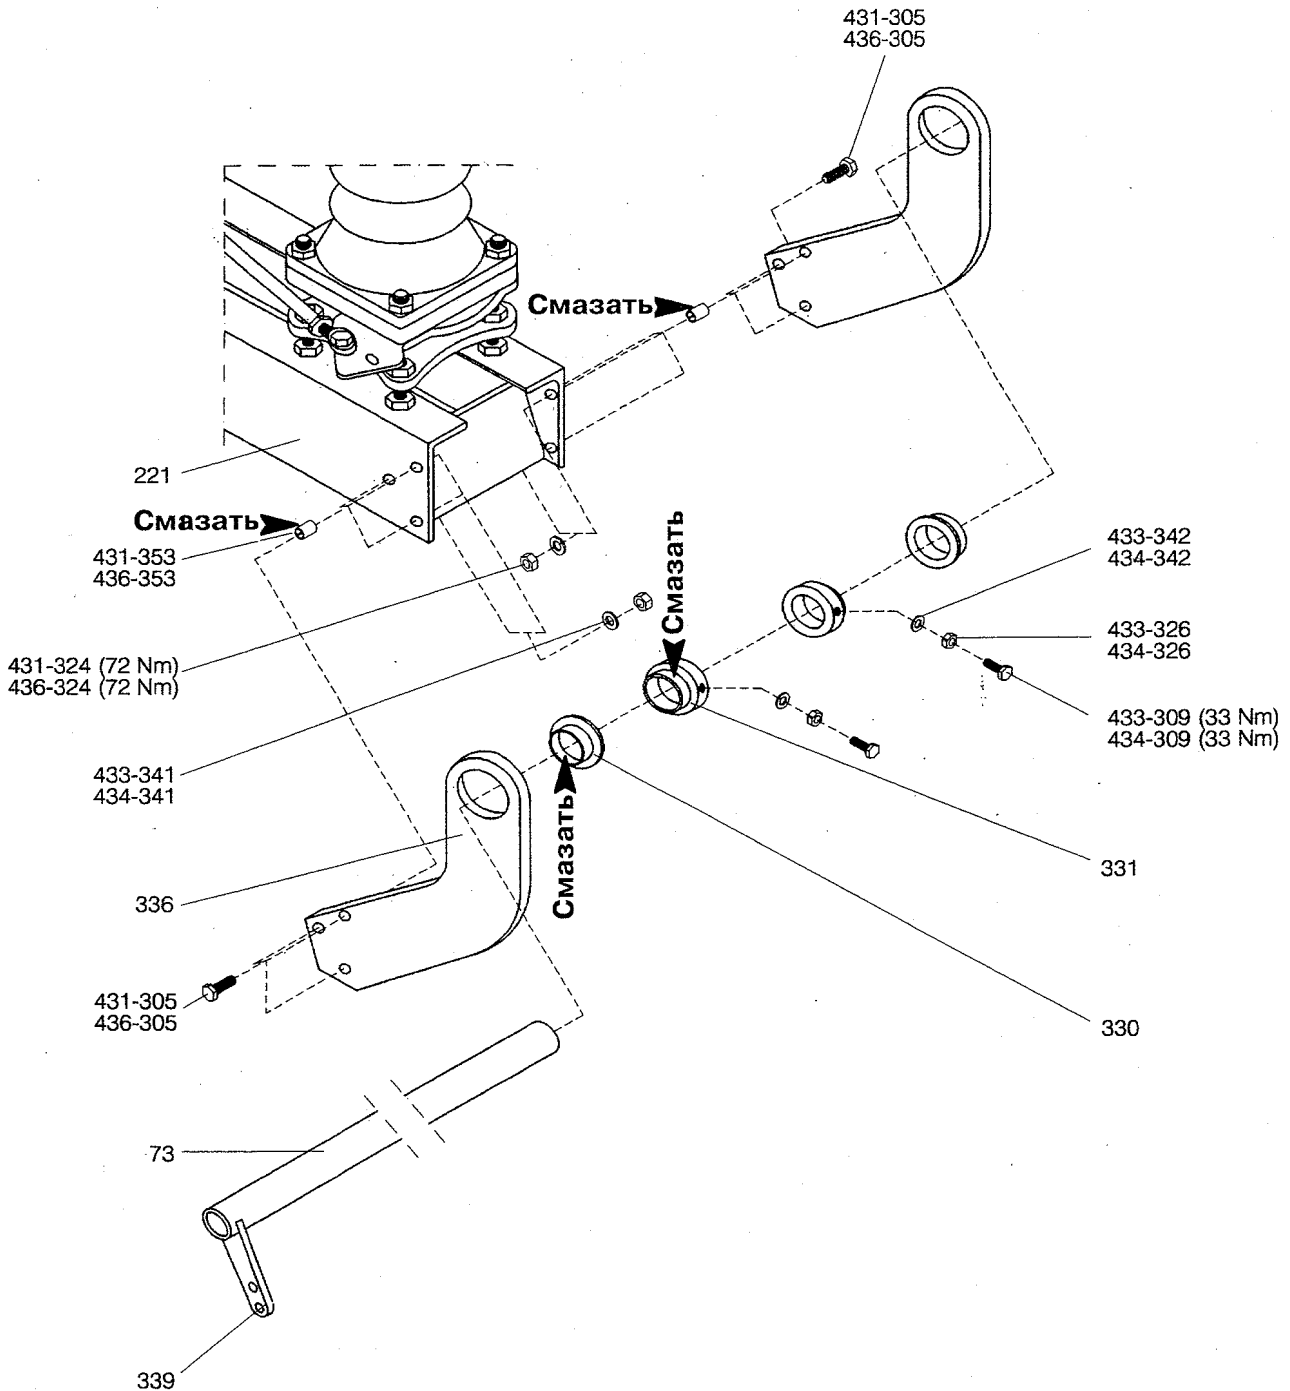

Рисунок 53: Установка заземлителя, последовательное расположение полюсов заземлителя. Установка опор заземлителя (336)
2. Поместите опоры заземлителя (336) или раму заземлителя (336а) в монтажное положение путем перемещения в конечное положение втулок на раме (221): — Рис. 53,54
4. Затяните опоры заземлителя (336) или основание заземлителя (336а)
5. Смажьте опорный подшипник (330) внутри, а втулки с упором снаружи (331) силиконовой смазкой и установите на место, убедившись что упорные подшипники расположены на правильной стороне — Рис. 53
6. Установите валы заземлителя (73) — Рис. 53, 55, 56
7. Затяните стопорный винт в упорных втулках (331) и зафиксируйте стопорной гайкой — Рис. 53